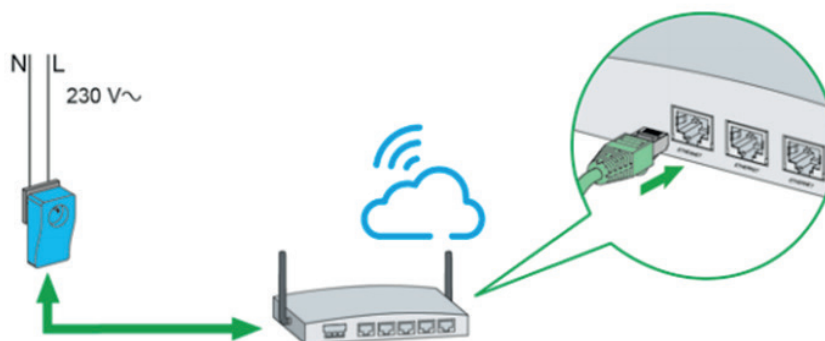

Figure 14: Connexion prise CPL
- Raccorder la prise CPL à la Box ADSL (câble RJ45) (figure 14)